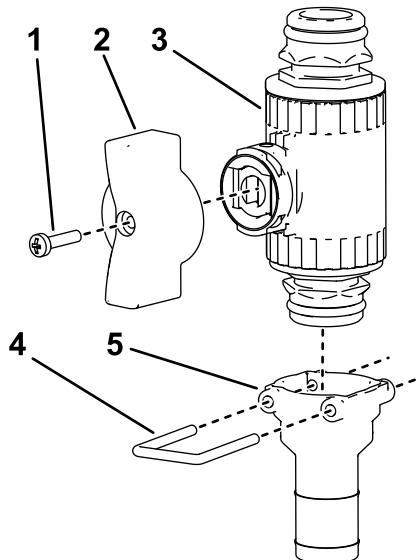

Figura 36
5. Monte la manija verde en una válvula de control Figura 36.